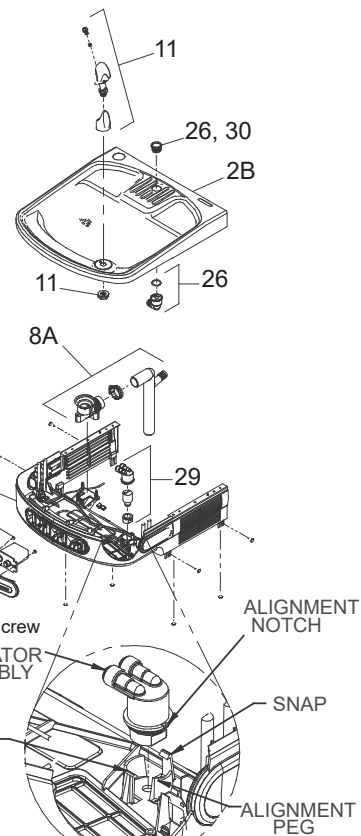

Fig. 6 EZ/LZ Right Hand Unit
- Using a small tip screwdriver, locate range adjustment screw through the small hole between the sensor lenses. Turn this screw clockwise to increase range and counterclockwise to decrease range (See Fig. 6).
- Usando un desatornillador con punta pequeña, gire el tornillo de un lado a otro pequeña agujero entre la ver ventana de ajuste de límites en el sentido de las manecillas del reloj para aumentar el límite y en sentido contrario de las manecillas del reloj para reducir el límite (Vea Fig. 6).
- A l'aide d'un petit tournevis à pointe, effectuez une rotation de la vis de réglage à travers la petite trou entre voir fenêtre dans le sens des aiguilles d'une montre afin d'augmenter la portée, et dans le sens inverse pour la diminuer. (Voir Fig. 6).